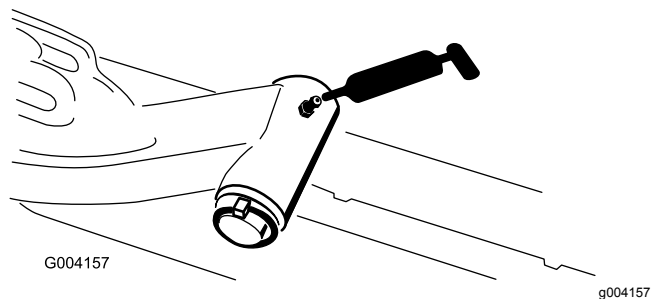

Bild 41
- Hubarmgelenkwelle (1 Stück) (Bild 41)